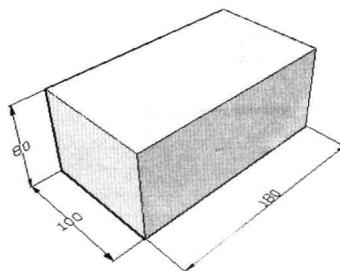
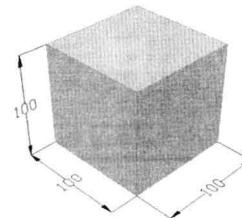

图 8-2-1
图 8-2-2
- (1) 在“建模”面板中单击“长方体”按钮 ，命令行提示“指定第一个角点或 [中心 (C)]”，在视图中单击，确定长方体底面第一个角点的位置。
- (2) 命令行提示“指定其他角点或 [立方体 (C) / 长度 (L)]”，输入“@180, 100”，按 Enter 键，确定长方体底面对角点的位置。
- (3) 命令行提示“指定高度或[两点 (2P)] <45.0470>”，输入“80”，按 Enter 键。
- (4) 在“视图”面板中单击“视图选择栏”，在弹出的列表中选择“西南等轴测”，从西南方向观察长方体，如图 8-2-1 所示。
- (5) 单击“长方体”按钮 ，在视图中单击，确定长方体底面第一个角点的位置。
(6) 命令行提示“指定其他角点或[立方体 (C) / 长度 (L)]”，输入“c”，按 Enter 键。
(7) 命令行提示“指定长度 <0.0000>”，输入“100”，按 Enter 键。创建的立方体效果如图 8-2-2 所示。